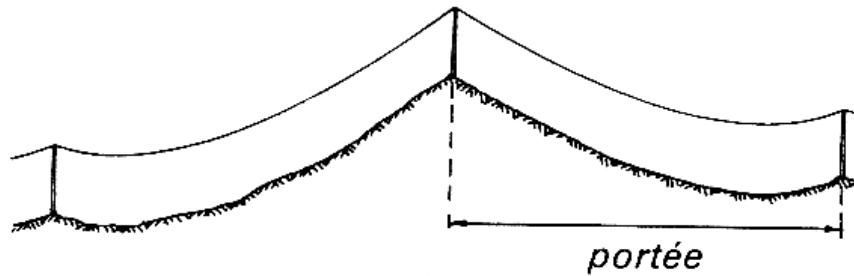

Figure 2.2 - Portée
b) **Portés** : : (voir figure 2.2)